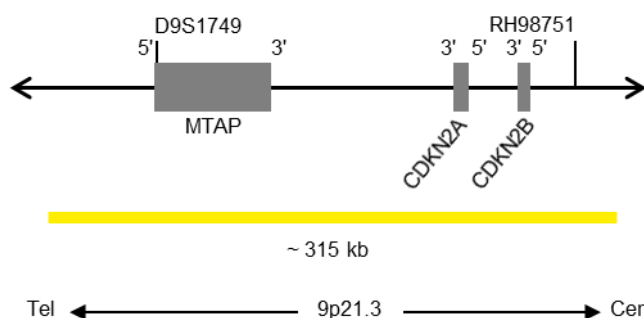

Fig. 1. SPEC CDKN2A Mapa de la sonda (no está a escala)
- Polinucleótidos marcados en dorado (excitación a 532 nm y emisión a 553 nm) ZyGold (~5,5 ng/μl), dirigidos a secuencias localizadas en 9p21.3\* (chr9:21,742,629-22,056,853) que albergan la región del gen CDKN2A (ver Fig. 1).